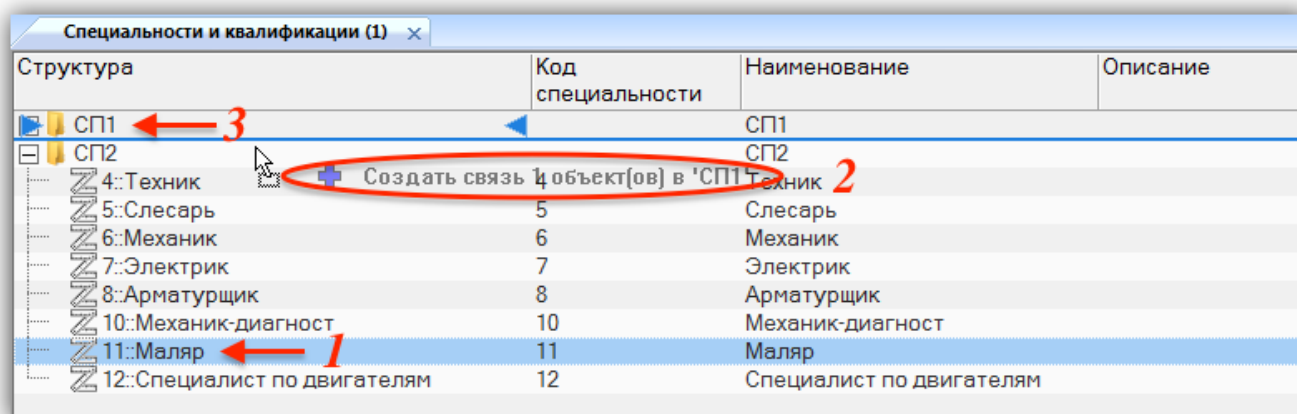

Рис. 9-96 – Перемещение специальности в другую папку справочника
- 2) Выбрать специальность в дереве справочника (1 на рис. 9-96). Для выделения нескольких объектов используются клавиши CTRL и SHIFT.
3) Удерживая нажатой левую кнопку мыши, переместить выделенную специальность к другой папке справочника (2 и 3 на рис. 9-96). Необходимо чтобы папка справочника была выделена в колонке «Структура» стрелками ► и ◀.